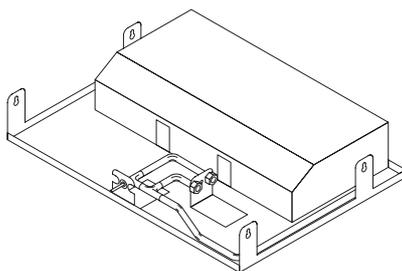

Fig. 2
- Descender la parte de mandos Fig.2 por el recorte de la mesa de trabajo y enganchar la pletina en los tornillos con cuello.